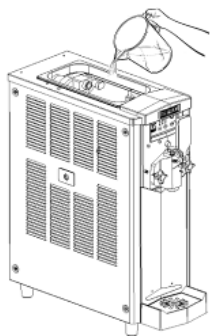

Fig. 32
- Versare circa 2 litri di miscela nella vasca superiore (Fig. 32) e attendere che scorra nel cilindro congelatore.